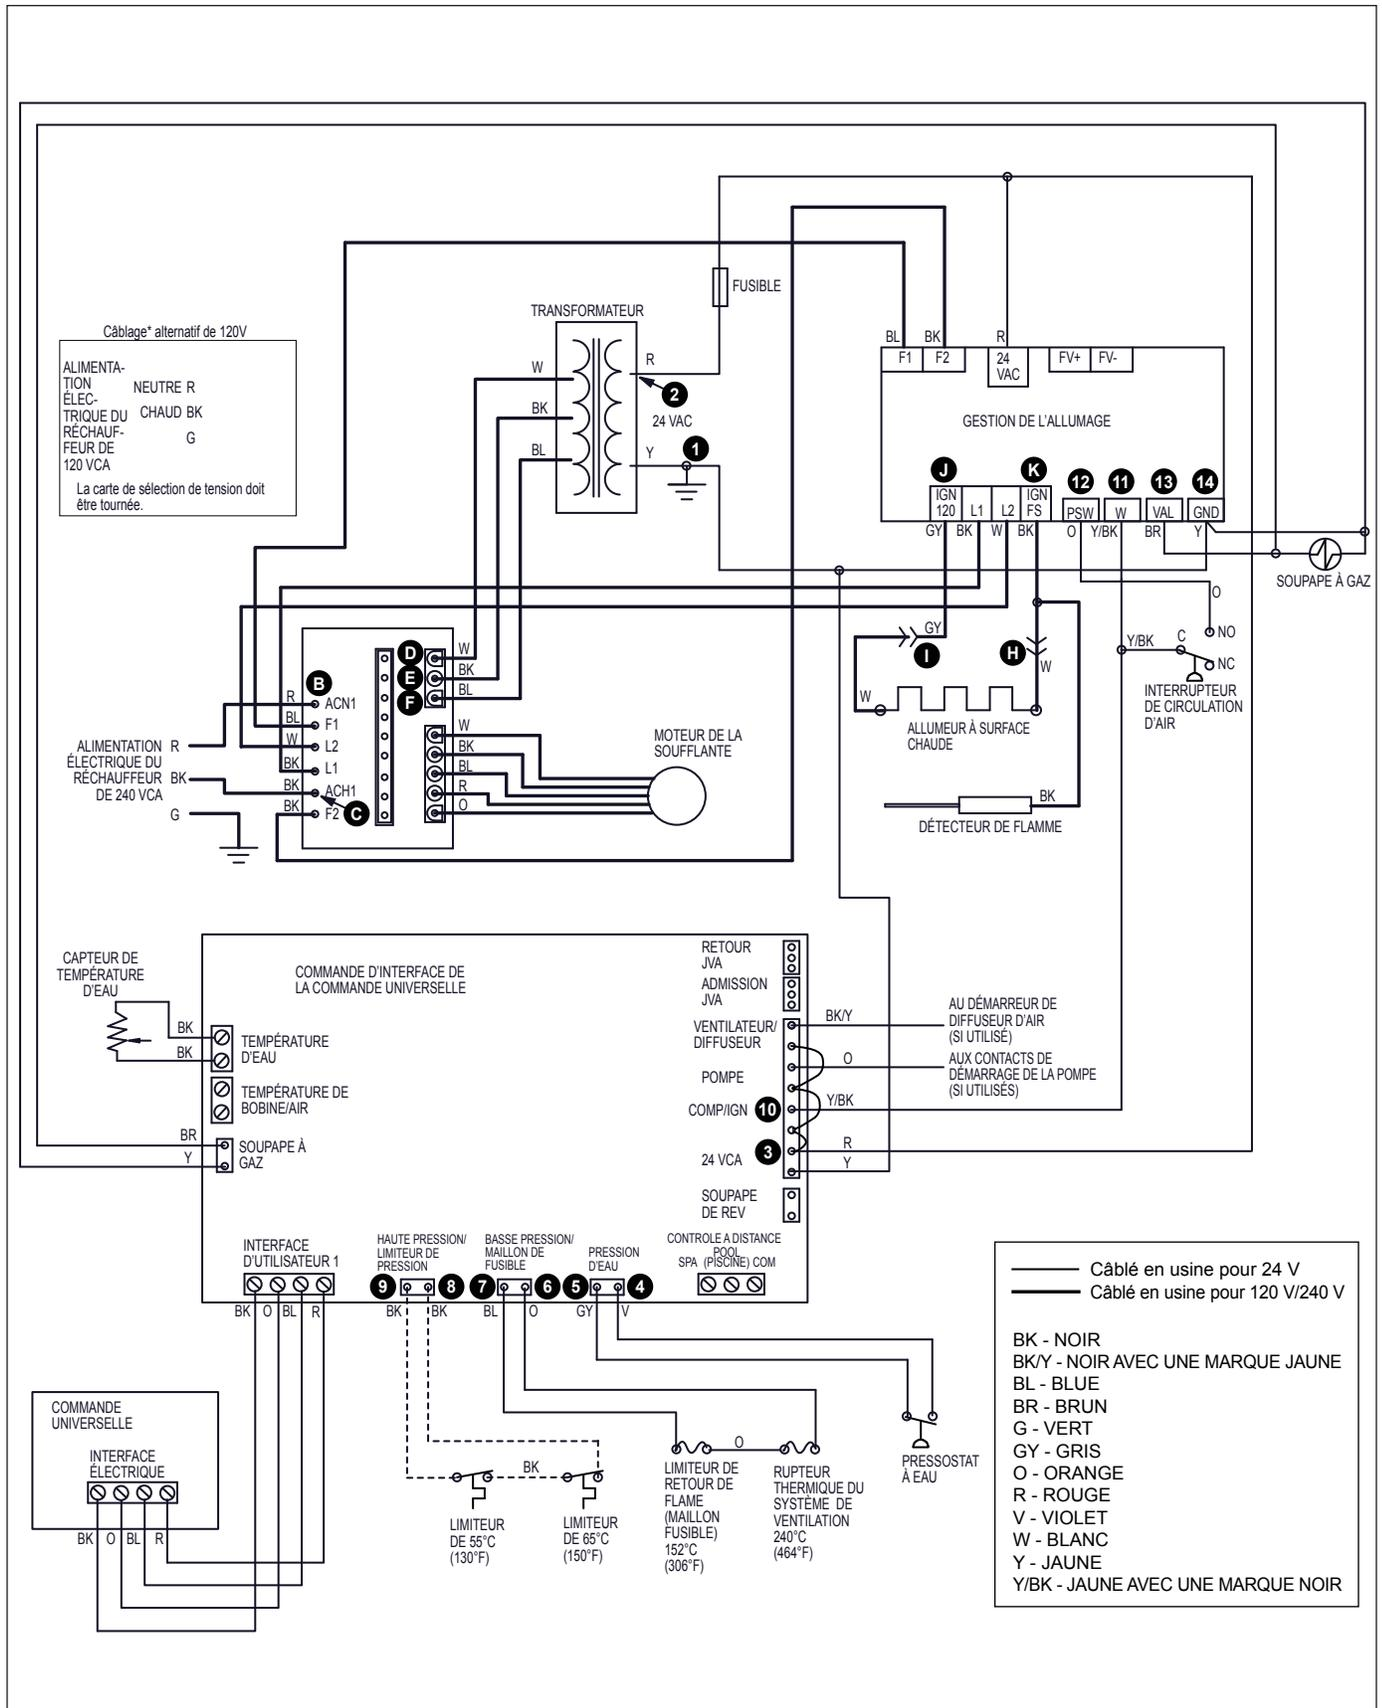

Figure 39. Schéma d'identification des points d'essai
Ces procédures exigent l'utilisation d'un multimètre avec une gamme de tension d'au moins 0-250 VCA et une gamme de résistance de 1-1000 Ohm. La figure 39 illustre les circuits électriques et les circuits de commandes où il faut prendre des mesures. On a ajouté des numéros d'emplacement en cercles qui seront cités dans les sections suivantes.
Les composants électriques des réchauffeurs de piscine LXi sont conçus pour fonctionner avec une tension d'alimentation allant de 102 V à 132 V à 60 Hz si branchés à une prise nominale de 120 volt, ou 204 V à 264 V à 60 Hz si branchés à une prise nominale de 240 volt. Mesurer la tension d'alimentation aux fils d'alimentation de courant où elles entrent dans le réchauffeur, identifiés comme points A, B et C sur le schéma de câblage dans la figure 39. Utiliser les tensions indiquées dans le tableau 13 pour vérifier que le réchauffeur est alimentée par une tension appropriée.
Quand vous êtes certain que la tension qui alimente le réchauffeur soit correcte, vérifier la tension fournie au transformateur de la carte de circuit imprimé électrique. Cela peut être fait en mesurant la tension entre les fils du connecteur à trois broches sur la carte de circuit d'alimentation électrique. Ces points sont marqués comme points D, E et F dans la figure 39. Les tensions mesurées entre deux (2) de ces trois (3) points seront déterminées par la tension fournie au transformateur. Voir tableau 14 pour les tensions espérées.
Le dépannage consiste à mesurer la tension entre les différents points et les points communs du circuit pour déterminer quel composant empêche le fonctionnement. Les points de vérification sont indiqués dans la figure 39. Le fil noir du compteur doit être attaché à la prise commune sur